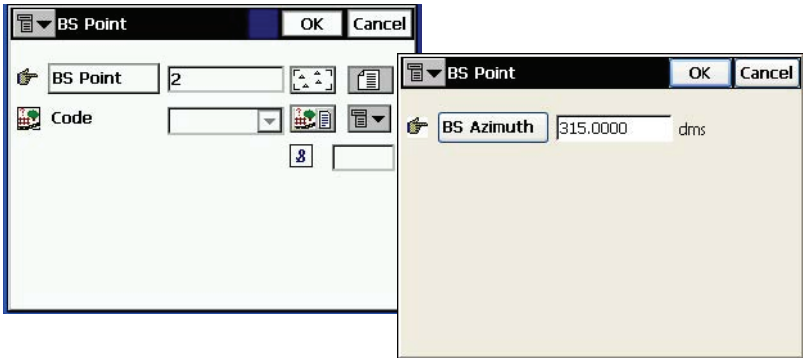

Figura 7-20. Pantalla BS Point
- **BS Point:** muestra la pantalla **BS Point**, en la que se puede introducir el punto atrás o el acimut al punto atrás (Figura 7-20 en la página 7-16). Si no se ha introducido el punto atrás será necesario introducir un acimut. En este caso, si se introduce el valor del ángulo como ángulo a la derecha, ángulo a la izquierda o desviación, este valor se considerará como acimut.